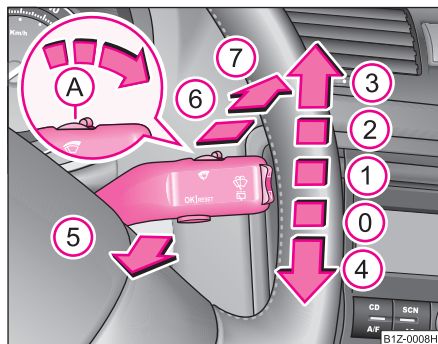

Fig. 55 Palanca de limpiaparabrisas
La palanca de limpiaparabrisas ⇒ fig. 55 tiene las siguientes posiciones:
- Si está conectado el barrido lento ② o rápido ③ ⇒ página 77, fig. 55 y la velocidad del vehículo disminuye por debajo de 4 km/h se conectará la velocidad de barrido inmediatamente inferior. En caso de aumentar la velocidad a más de 8 km/h se restablecerá el anterior barrido.
Los faros se limpiarán cada quinto rociado del parabrisas si está conectada la luz de cruce o de carretera y se ha mantenido la palanca del limpiaparabrisas durante aprox. 1 segundo en la posición ⑤ ⇒ página 77, fig. 55.
- A continuación, empujar en el transcurso de 20 segundos la palanca del limpiaparabrisas a la posición ④ ⇒ página 77, fig. 55 - los brazos de las escobillas se desplazarán a la posición de servicio.